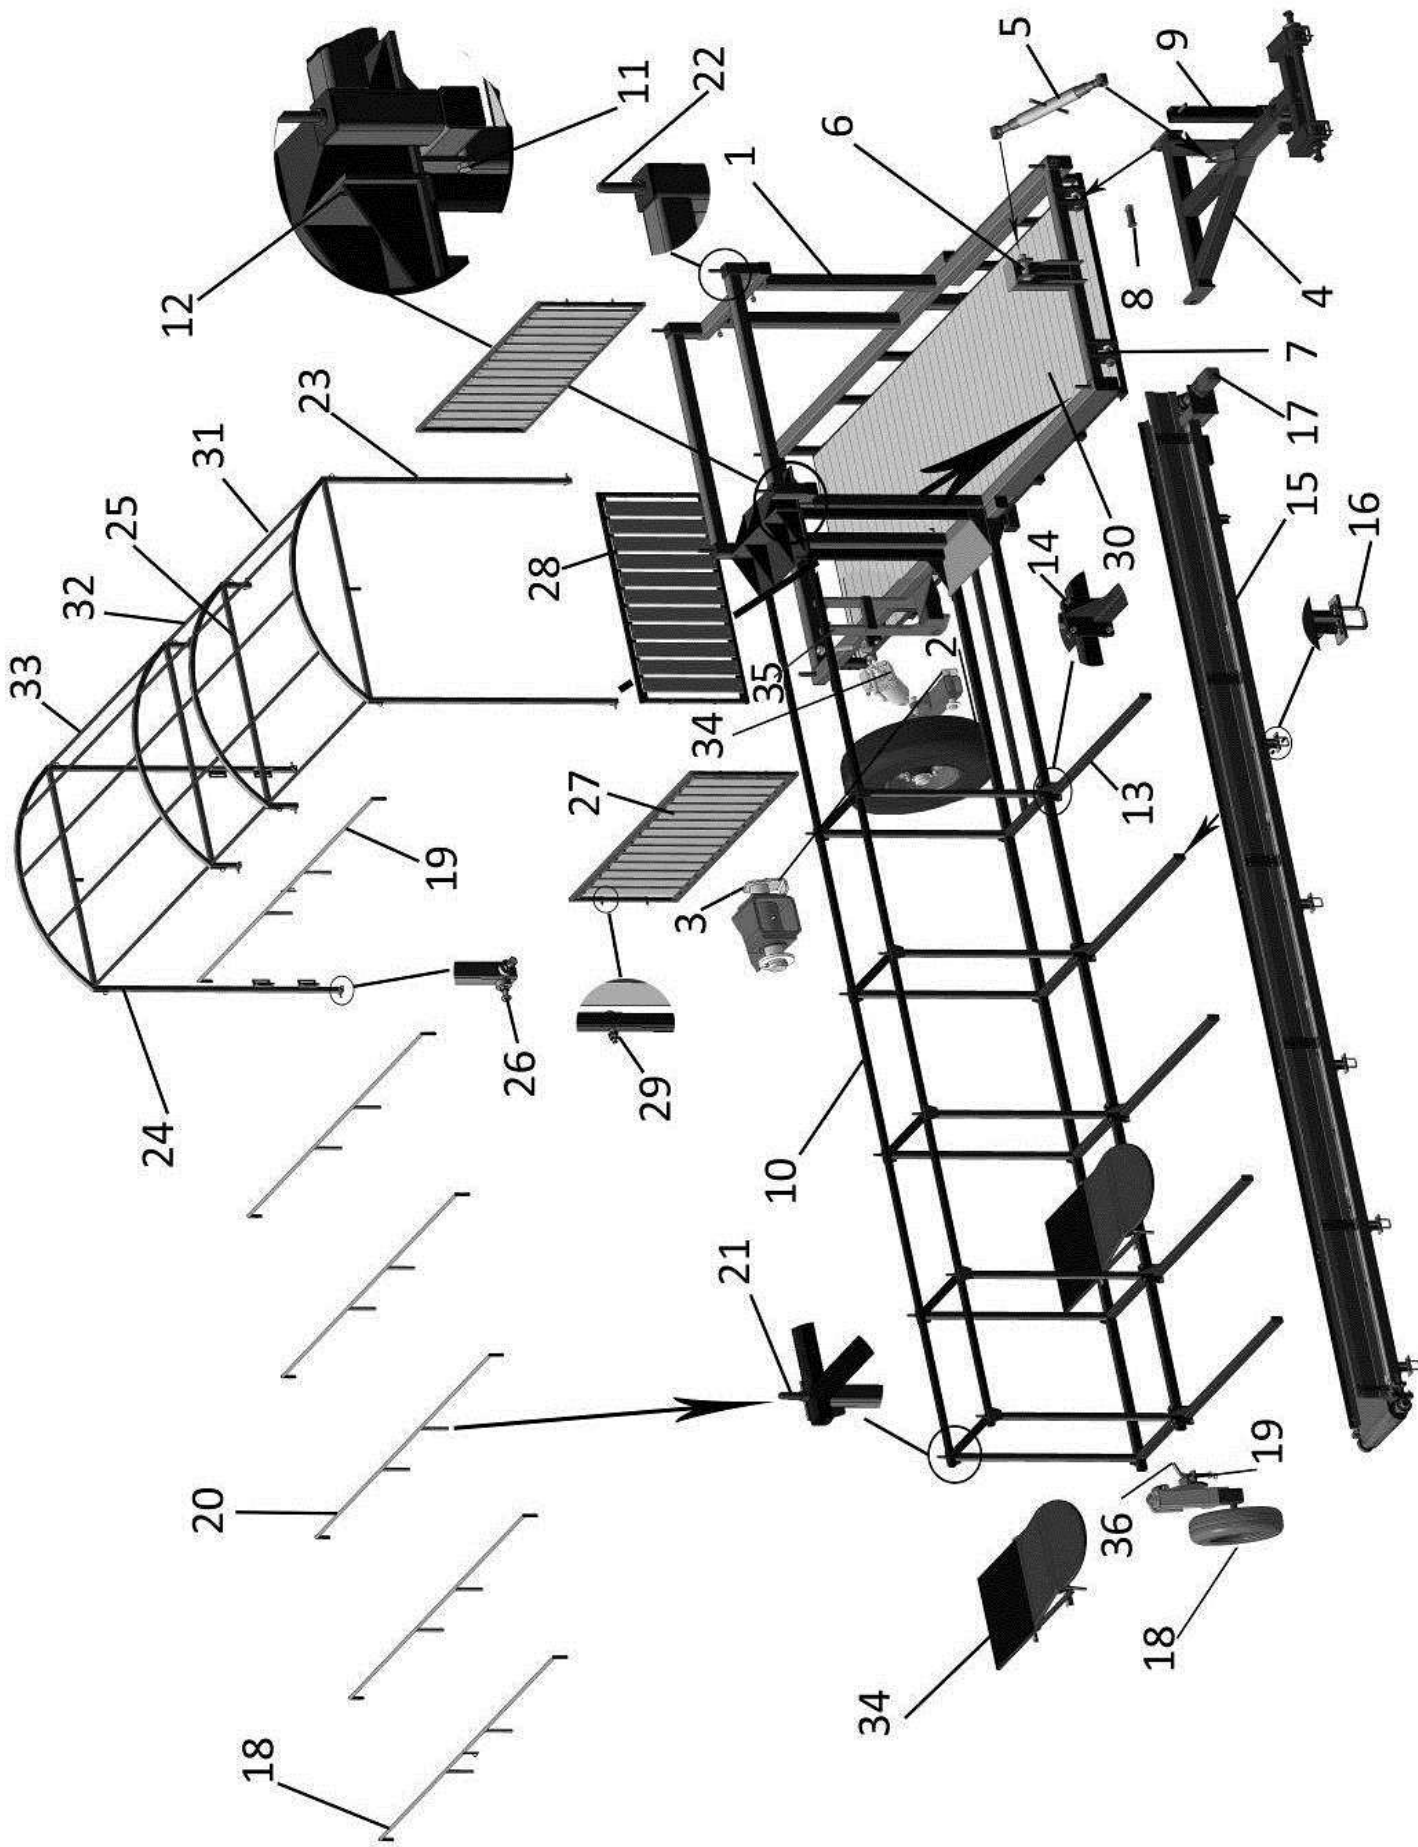

Рисунок 8 – Схема сборки платформы
3.2 Установить остов поз. 1 (рис.8) на подставки высотой не менее 400 мм.